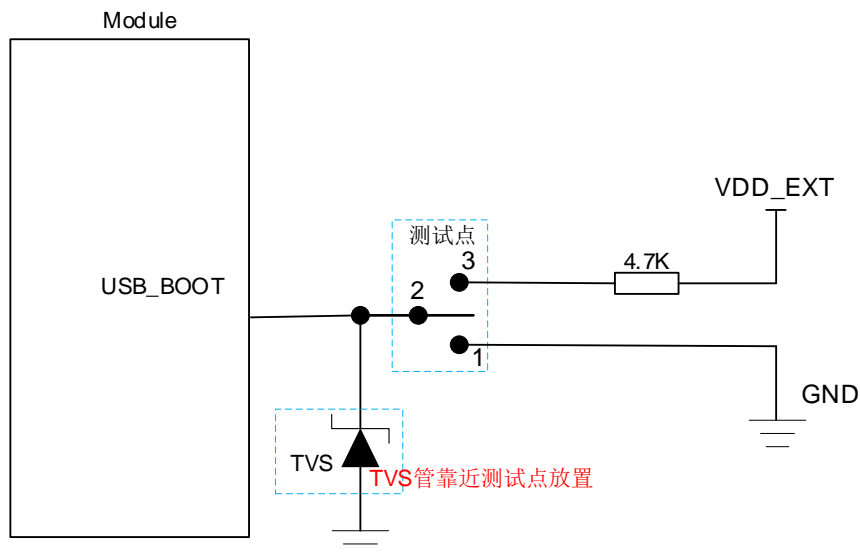

图 16: USB_BOOT 参考设计电路
1. 使用 MCU 控制模块进入紧急下载模式时，需按照如上时序图进行控制，手动进入紧急下载模式时，按照图 16 所示短接测试点即可。